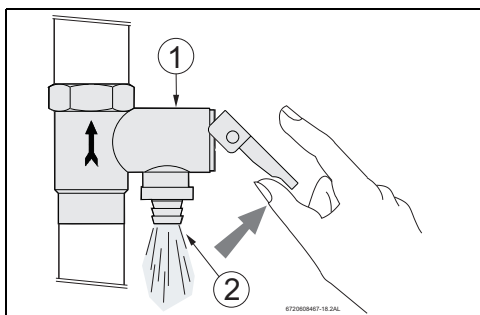

Fig. 55 Válvula de seguridad
- ▶ Abrir la válvula de seguridad al menos una vez al mes de forma manual (Fig. 55) para asegurar su fiabilidad funcional.